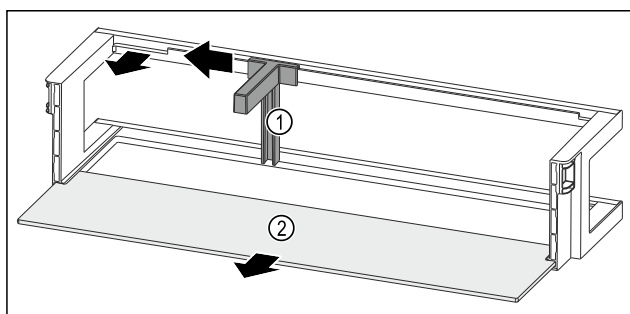

Fig. 203 Dørhylde med flaskeholder og hylde
- Skub flaskeholderen Fig. 203 (1) til siden indtil udsparringen.
- Tag flaskeholderen Fig. 203 (1) ud.
- Tag hylden Fig. 203 (2) ud.